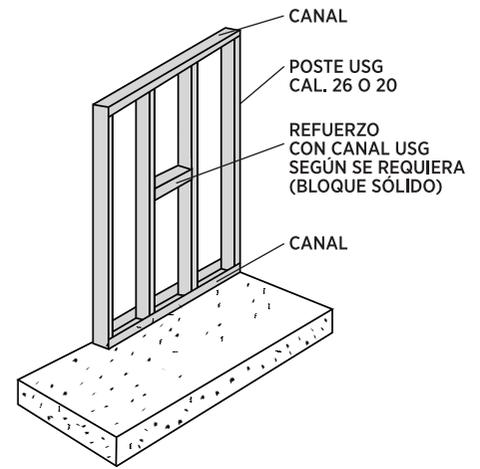

FIGURA 3
- Si fuera necesario colocar puertas o ventanas, son necesarios postes adicionales para definir el vano. Se colocarán canes de madera para fijar la cancelería o puertas. Para mayor información, consultar Manual Técnico USG TABLAROCA®. (VER FIGURA 3)